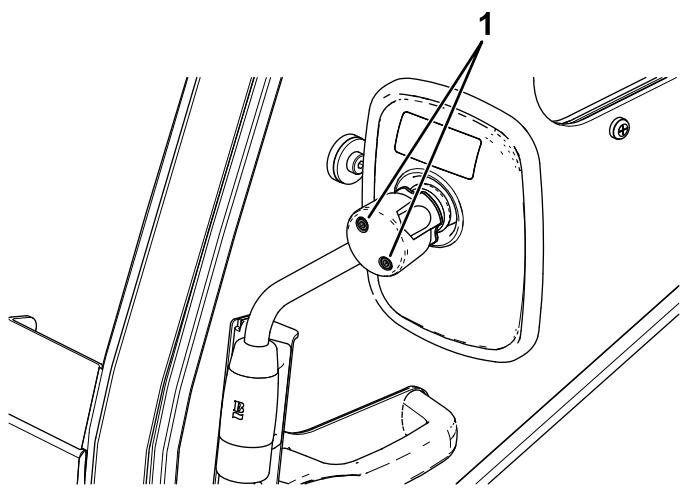

Figura 7
9. Serrate le viti dietro lo specchietto per fissarlo al relativo braccio (**Figura 7**).